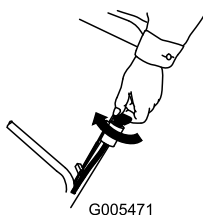
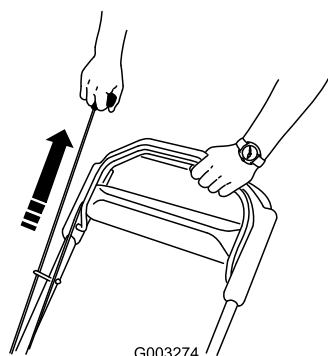

Figura 16
Figura 17
2. Girare la chiave di accensione (solo modello 20796) (Figura 16) o tirare l'avviatore autoavvolgente (Figura 17).